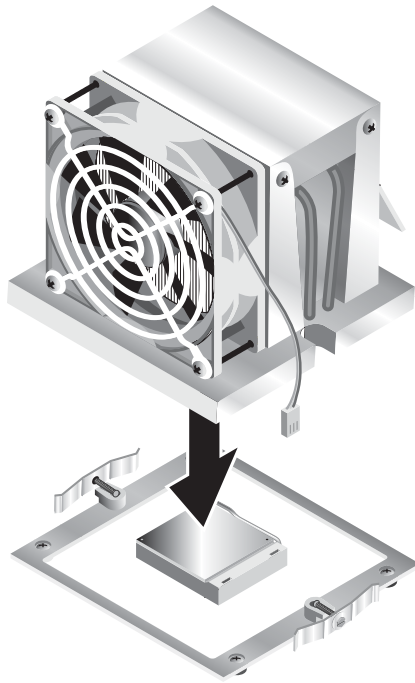

FIGURA 4-12 Instalación de la unidad de disipador/ventilador
8. Coloque con cuidado la unidad de disipador/ventilador sobre la CPU, alineándola con los postes de montaje para reducir el movimiento después de hacer contacto inicial con la capa de grasa de disipación térmica (véase la FIGURA 4-12).